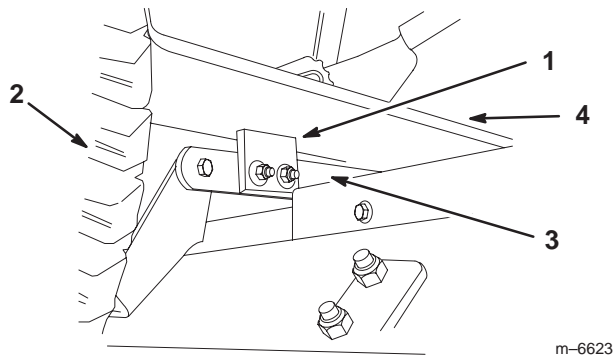

Bild 17
3. Heben Sie den Hubhebel oder den Elektrohub des Anbaugeräts ganz nach oben. Prüfen Sie, ob die Stoßstangen hinten an den Auswurfbalken des Mähwerks die unteren Fußstützen berühren (Bild 17).